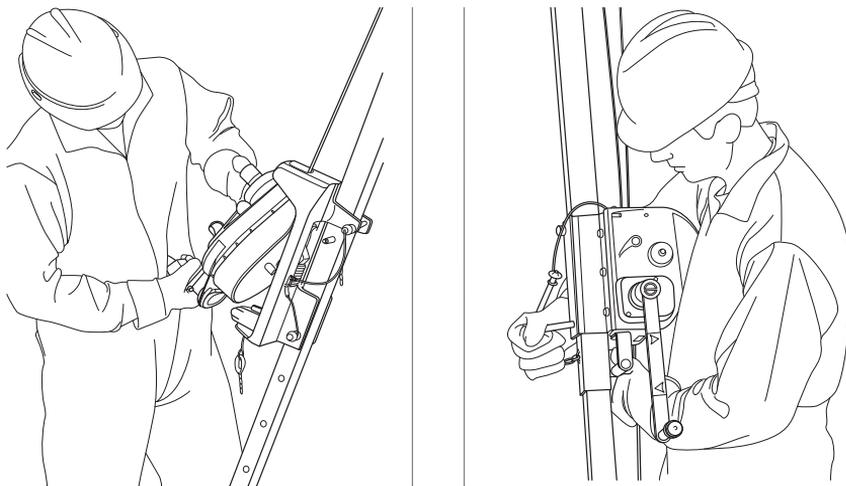

Fig. 8 Instalación del gancho de anclaje en la cabeza del trípode
Para instalar el cabrestante MSA, lleve a cabo el siguiente procedimiento y consulte la Fig. 8 .
- (4) Si se usa un sistema de detención de caídas con montaje en la pata, como por ejemplo el rescatador MSA, póngalo a la derecha de otra de las patas del trípode, extraiga una cantidad suficiente de línea para hacer pasar el cable sobre la polea de configuración dividida y enganche la cabeza del trípode a la derecha de la pata en la que se va a montar el sistema de detención de caídas.
- (5) Suba el trípode a la altura de trabajo deseada.
- (6) Introduzca el pasador de bloqueo positivo del cabrestante (H) parcialmente por la pata del trípode en la que se va a montar el cabrestante, empezando desde el lado izquierdo de la cara externa de la pata. Véase la Fig. 8 .
- (7) Monte el cabrestante en la pata del trípode poniendo la ranura (I) en el soporte de montaje del cabrestante sobre el pasador (H) desde el paso anterior.